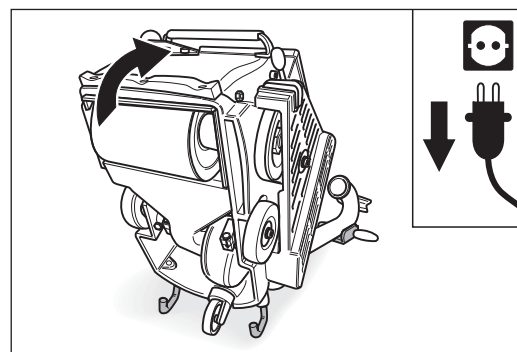

Abb. 73 Die Maschine nach hinten kippen und vorsichtig auf dem Boden ablegen. **Auf einen sicheren Stand der Maschine achten!**
- 2 Kippen Sie die Maschine über die Sturzbügel nach hinten, so dass die Radlagerung zu sehen ist (Abb. 73) und legen Sie die Maschine vorsichtig auf dem Boden ab. **Achten Sie auf einen sicheren Stand der Maschine!**
- 5 Kippen Sie die Maschine über die Sturzbügel nach hinten (Abb. 73) und legen Sie die Maschine vorsichtig auf dem Boden ab. **Achten Sie auf einen sicheren Stand der Maschine!**